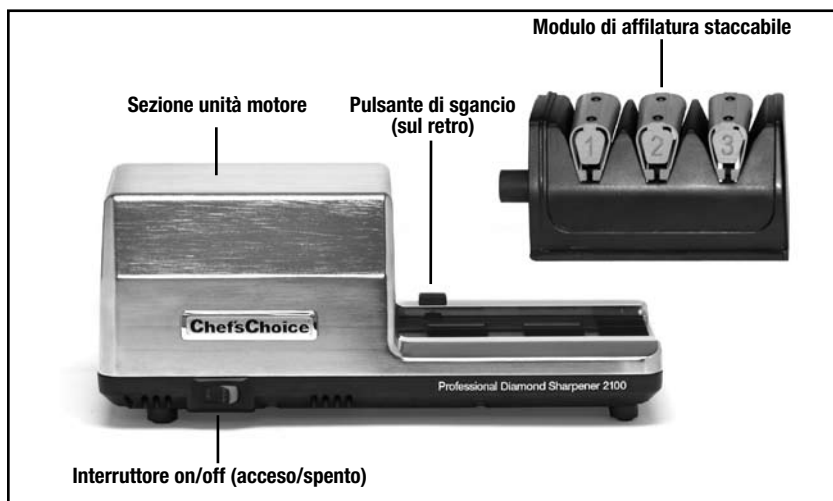

Figura 1. Affilacoltelli Modello 2100 smontato.
4. Staccate sempre la spina quando l'apparecchio non è in uso, per pulire o per montare o smontare parti, ad eccezione del modulo staccabile (Figura 1).
Il Modello 2100 ha un corpo motore con chassis in metallo ed un modulo per l'affilatura staccabile. Il modulo viene imballato non montato (vedere Figura 1).